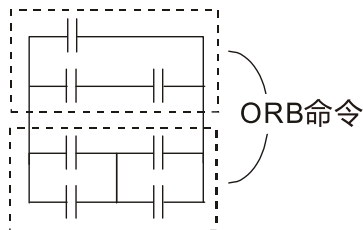

图 16-35
7. **ORB 命令**：一区块与一装置或与一区块并接的组合。如下图 16-35 所示：